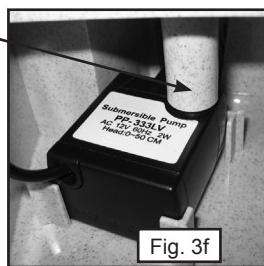

Fig. 3f
- 3) Posizionare la custodia del filtro sul motore, poi la ciotola. Allineare il tubo di aspirazione in modo che entri direttamente nel motore. Una volta effettuato il posizionamento, premere delicatamente verso il basso per bloccare in posizione la custodia del filtro. (Fig. 3f)